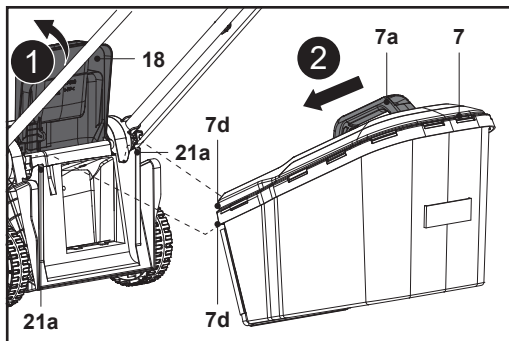

Fig. 7
4. Deschide deflectorul spate (18) și ține-l în poziție (fig. 7, pasul 1).
5. Transportă colectorul de iarbă (7) ținându-l de mânerul de transport (7a).
6. Aliniaza cele doua cârlige (7d) ale colectorului cu fantele (21a) și prinde colectorul (7) (fig. 7, pasul 2).
7. Apoi eliberează cu grijă deflectorul spate (18).